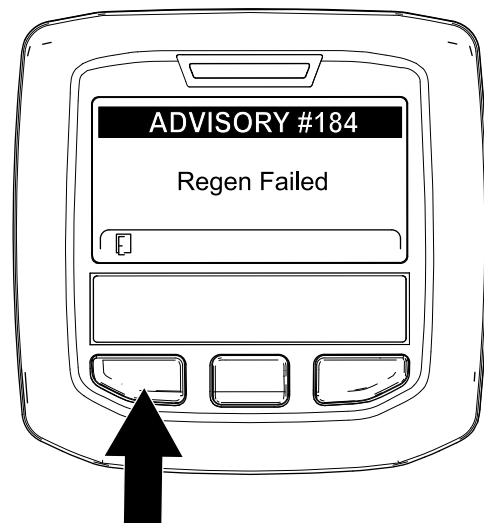

Figure 87
- Remarque:** Si la régénération échoue, l'InfoCenter affiche Advisory #184 (avis n° 184) (Figure 87). Appuyez sur le bouton gauche pour quitter l'écran d'accueil.